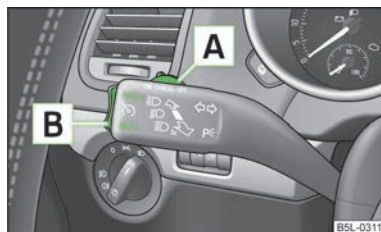

Fig. 105
- Apăsați comutatorul **A** » fig. 105 în poziția **ON**.
- Apăsați butonul basculant **B** » fig. 105 la pagina 107 în poziția **RES**.
- Viteza memorată se poate **reduce** prin apăsarea butonului basculant **[B]** » fig. 105 la pagina 107 în poziția **SET**.
Sistemul de menținere automată a vitezei de deplasare se **dezactivează temporar** prin apăsarea comutatorului **[A]** » fig. 105 la pagina 107 » pagina 107 în poziția **CANCEL** respectiv prin apăsarea pedalei de frână sau de ambreiaj.
- Apăsați comutatorul **[A]** » fig. 105 la pagina 107 spre dreapta, în poziția **OFF**.